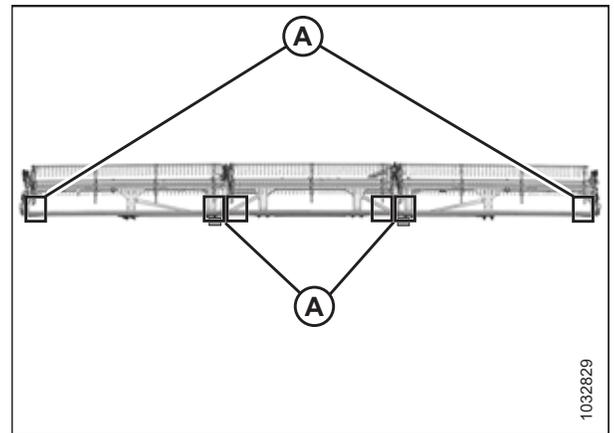

Figure 6.40: Emplacement de mesure FlexDraper^{MD} - Rabatteur triple
- Plateformes à rabatteur triple : Figure 6.40, page 283